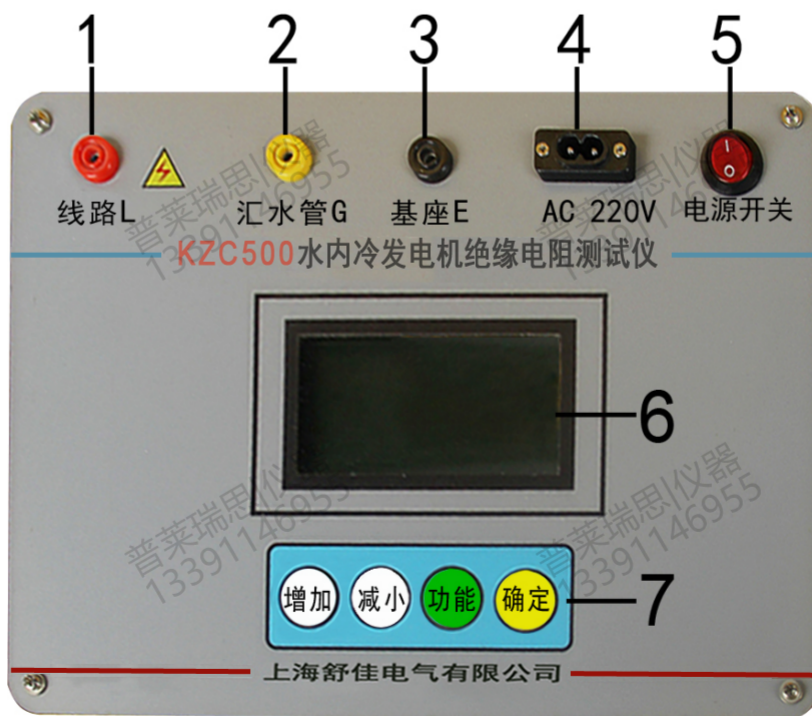

图 2 仪器外观
- 退出 处于选中状态 按【确定】键，回到初始设置画面（图 2）
- 按【确定】键 回到初始设置画面（图 2）。